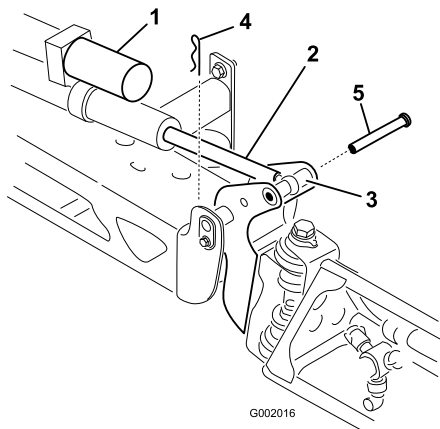

図 42
2. ピボット・ピンからコッター・ピンを抜き取る(図 42)。
3. ブームを持ち上げて、ピンを外す(図 42)。ブームをゆっくりと床まで降下させる。
6. ブームを持ち上げて、ピボットをアクチュエータ・ロッドに整列させる。ブームを支えながら、ブームのピボットとアクチュエータ・ロッドにピンを通す(図 42)。